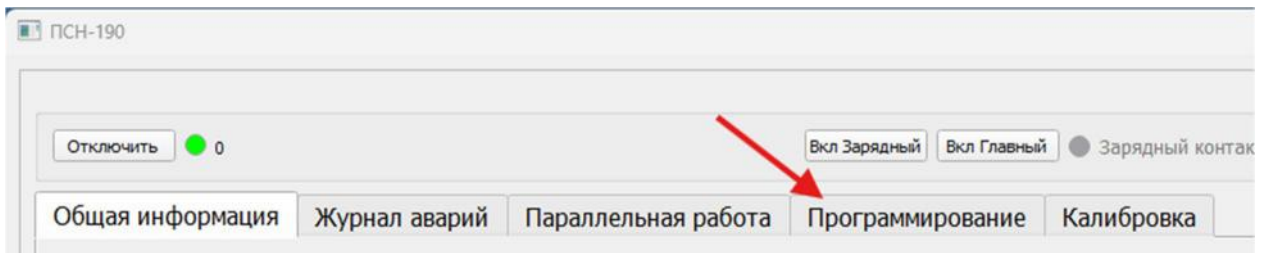

Рис. 7 – Вкладка «Программирование»
10. Выбрать вкладку «Программирование» (рис. 7).